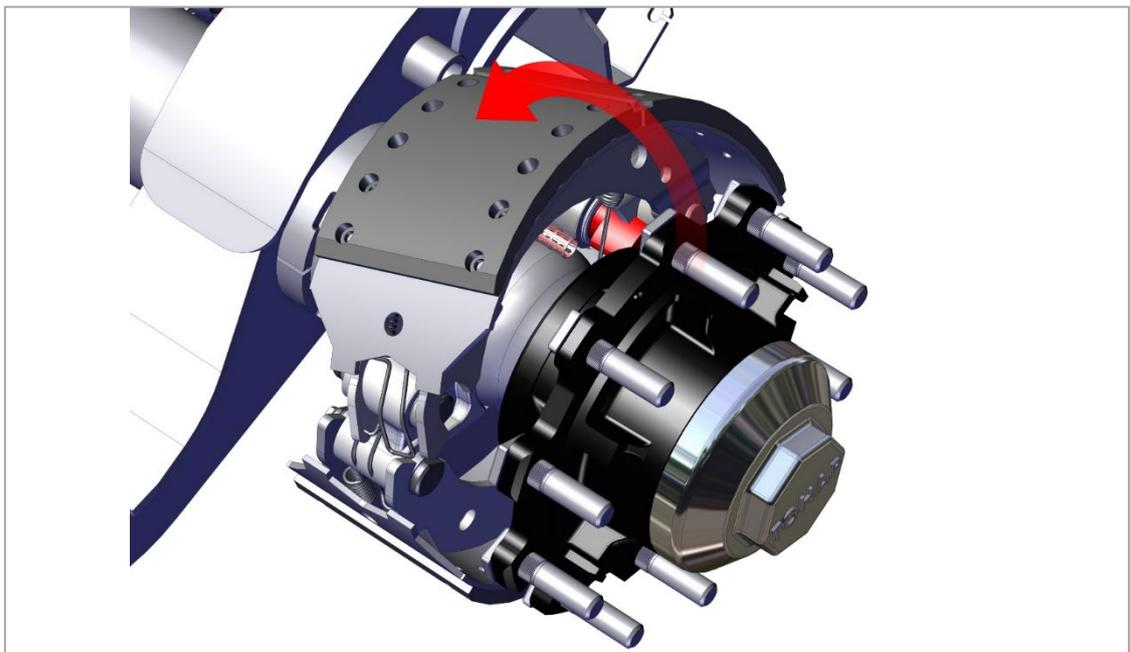

Рис. 19. Снятие тормозной колодки.
4) Наклоните верхнюю тормозную колодку над кулачком и осью моста и снимите её, как показано на рис. 19.